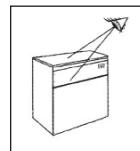

Abb. 1.
- 1) Sicherstellen, dass das Gerät keine Transportschäden erlitten hat (Abb. 1).